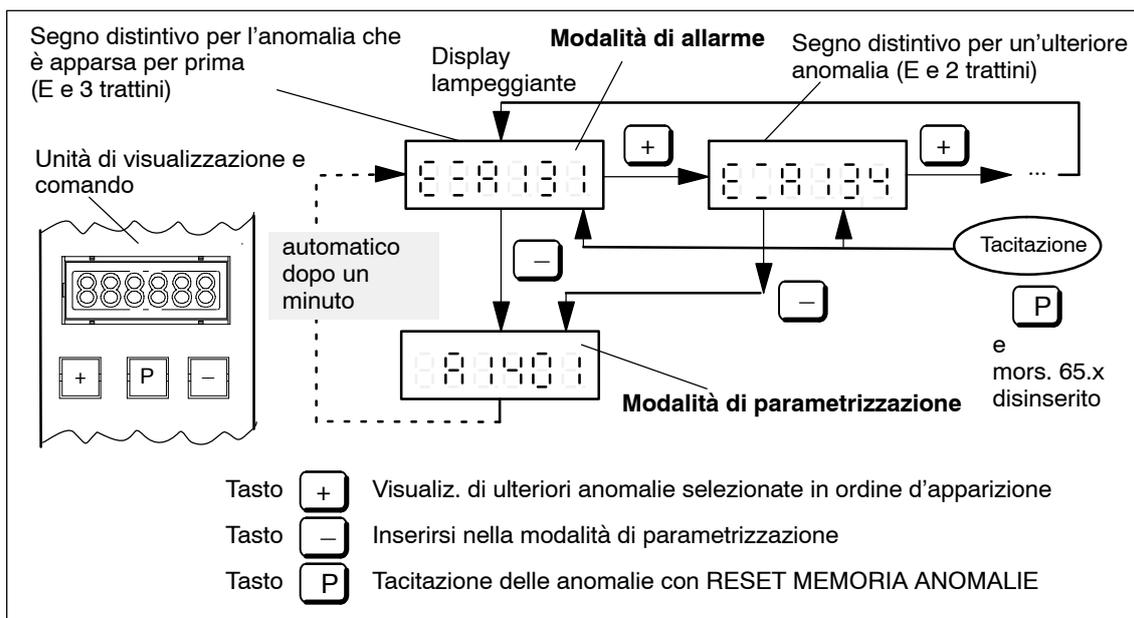

Fig. 7-2 Come comandare se sono intervenute diverse anomalie
2. Il display ha questo aspetto quando sono intervenute più anomalie (vedere la fig. 7-2).